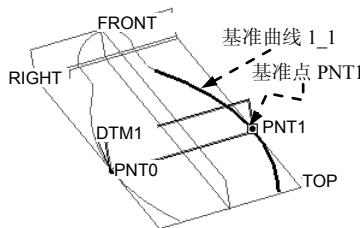

图 6.7.11 创建基准点 PNT1
Step7. 创建图 6.7.11 所示的基准点 PNT1。
- (2) 如图 6.7.11 所示, 选择基准曲线 1_1, 按住 Ctrl 键, 再选择基准面 DTM1, 在“基准点”对话框中单击 **确定** 按钮。